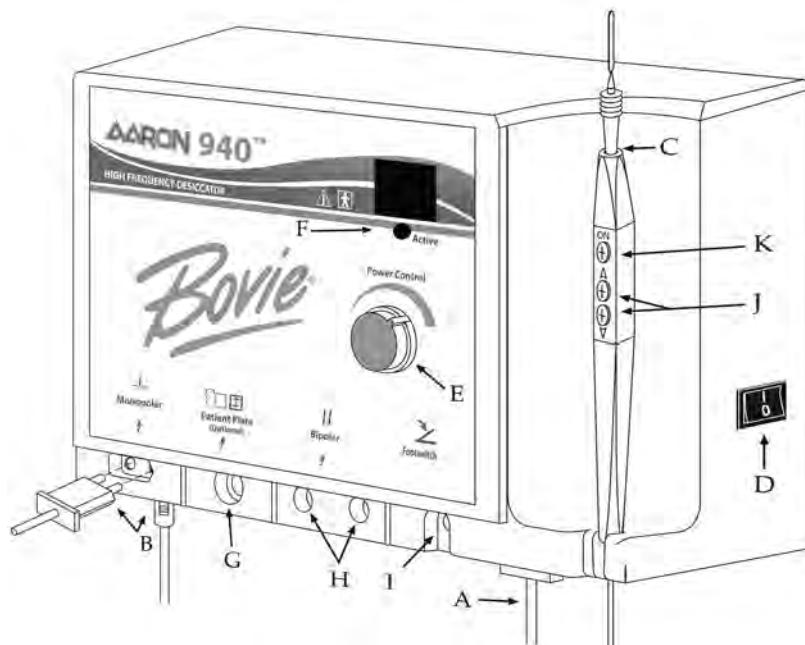

Figura 2
- Ligue a extremidade fêmea do cabo eléctrico na base da unidade (ver Figura 2, letra A).
- Ligue a peça de mão à saída monopolar no canto inferior esquerdo na frente da unidade (ver Figura 2, letra B). A ficha foi concebida para encaixar numa única direcção. Ligue o conector redondo mais pequeno da peça
de mão no receptáculo no fundo da unidade (ver Figura 2, letra B). A peça de mão tem 3 botões e foi concebido para dar ao médico um controlo manual completo das definições da potência de saída.
5. Encaixe firmemente o eléctrodo padrão na peça de mão (ver Figura 2, letra C). A peça de mão aceita a maioria dos eléctrodos $\frac{3}{32}$ " padrão.
7. Prima o interruptor no painel do lado direito da unidade para a ligar (ver Figura 2, letra D).
8. Configure a potência de saída através do botão na frente da unidade (ver Figura 2, letra E) ou na unidade Aaron 940™ usando os botões para cima e baixo da peça de mão (ver Figura 2, letra J). É emitido um sinal sonoro que indica a mudança do nível da potência quando a ajustar através da peça de mão. As definições da saída podem ser ajustadas mais rapidamente premindo e soltando os botões para cima e baixo, o que lhe permite alternar as definições da potência mais depressa. A potência de saída é apresentada em incrementos de "1" watt abaixo dos 10 watts e em números inteiros de 10 a 40 watts.
9. Remova a peça de mão do suporte para activar a unidade. Coloque a peça de mão na posição desejada e prima o botão de activação (ver Figura 2, letra K). É emitido um sinal sonoro e a luz activa azul acende-se quando activa a unidade (ver Figura 2, letra F).
10. Se quiser utilizar a placa de ligação à terra opcional com cabo (A802EU), introduza a ficha do cabo na saída da placa da ligação à terra (ver Figura 2, letra G) e ligue a outra extremidade à placa da ligação à terra. Deve colocar a placa debaixo do paciente num local onde seja completamente coberta por pele nua.
11. Insira as fichas nas saídas bipolares para utilizar o cabo bipolar opcional (A827EU) (ver Figura 2, letra H). O cabo é então ligado à pinça. O utilizador não pode utilizar as saídas monopolar e bipolar simultaneamente graças à porta deslizante situada atrás delas.
12. O pedal opcional é ligado à saída do pedal e colocado no chão (ver Figura 2, letra I). Pode utilizar o pedal em procedimentos monopolares e deve ser utilizado em procedimentos bipolares.